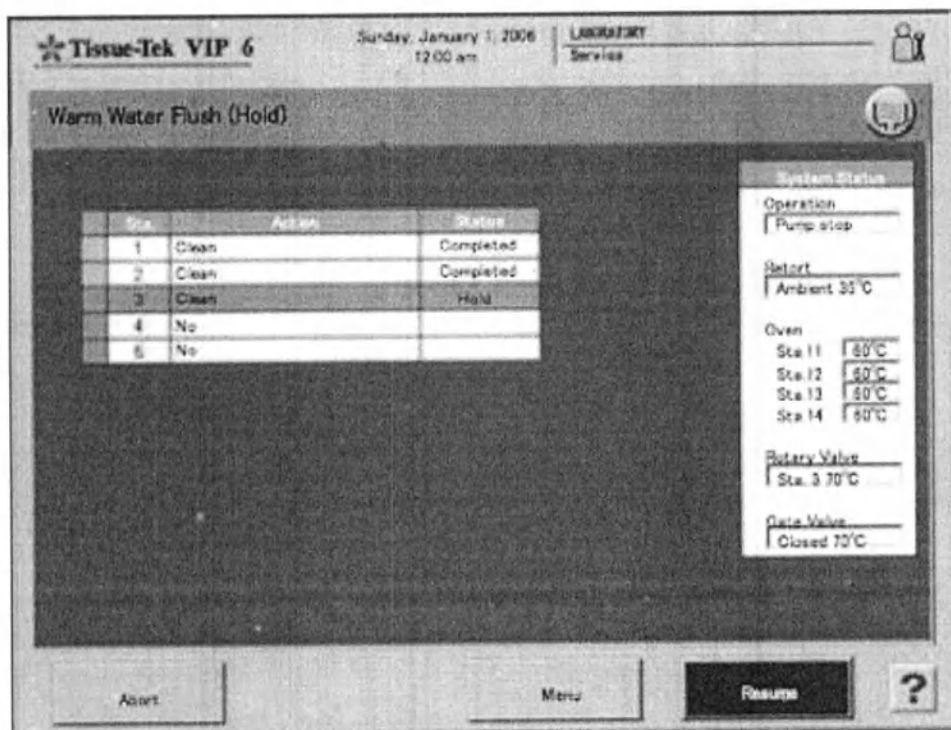

Рис. 128 Приостановка промывки
- Появится экран «Warm Water Flush (Hold)» (Промывка теплой водой приостановлена) (Рис. 128).